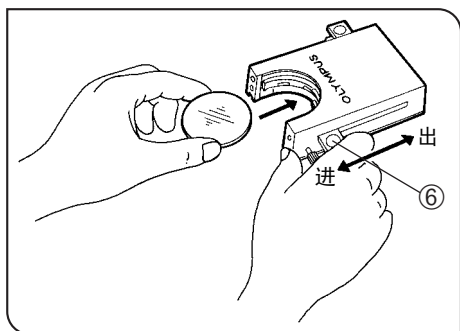

图 17
#### 使用滤色片盒 (图17到20)
2. 将滤色片杆⑥拉到最里边, 让滤色片杆完全进入喀嚓声响的位置。(图17)
3. 按图17所示, 拉住滤色片杆, 把滤色片按箭头所示方向插入滤色片盒。